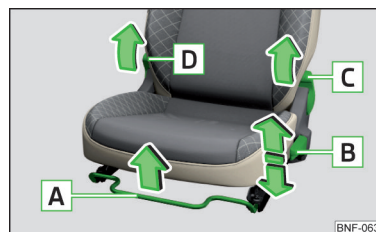

Fig. 52
- » Tirar de la palanca [D] » fig. 52 y abatir el respaldo hacia delante.